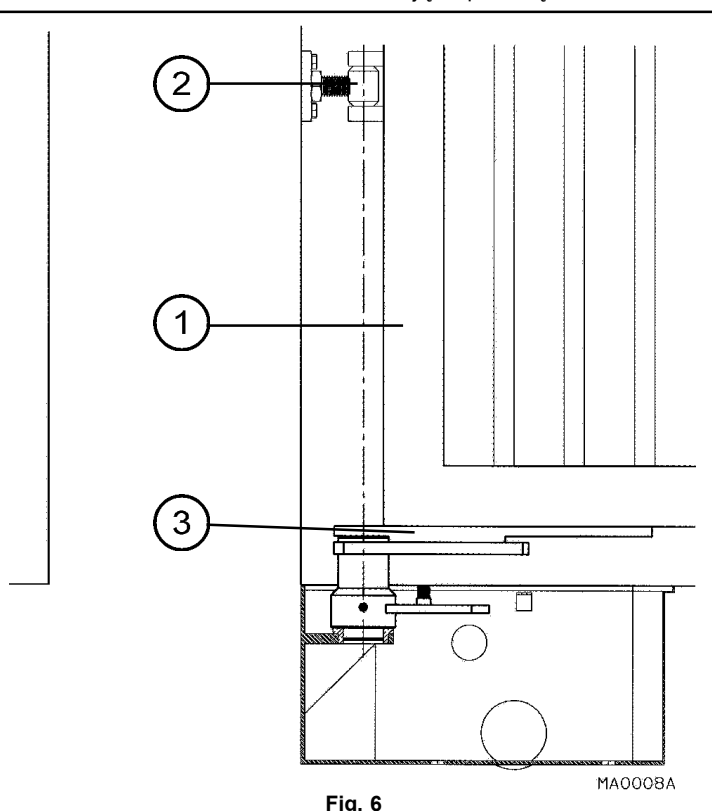

Fig. 6
- n) Placer le vantail (1 fig. 6) entre la charnière supérieure et le levier de déverrouillage de soutien (2 fig. 6) et vérifier son alignement.
- n) Sitúe la hoja (1 fig. 6) entre el cojinete superior y la palanca soporte de desbloqueo (2 fig. 6) y controle su alineación.
- n) Wstawić skrzydło (1 rys. 6) pomiędzy górnym czopem zawiasu i dźwignią wspornika systemu odblokowania (2 rys. 6), a następnie sprawdzić czy wszystkie elementy są ustawione w osi.